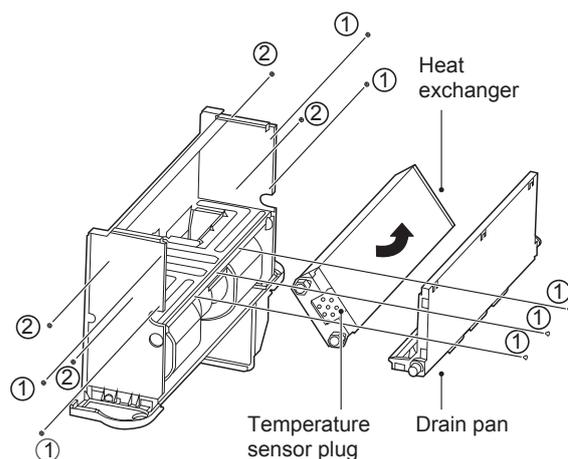
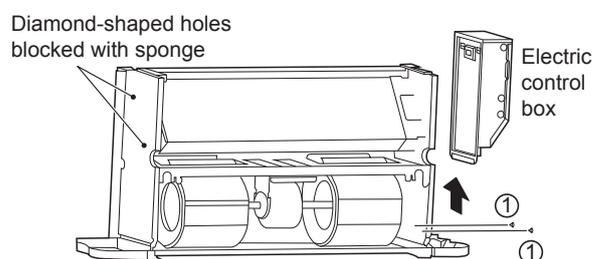

Figura 5-18
Figura 5-19 Desmontaje de la caja de control eléctrico y taponamiento de los orificios con forma de rombo
Como se muestra en la Figura 5-18, quite los tornillos ① *7 para poder sacar la bandeja de drenaje.
Gire la unidad en la dirección que se muestra en la Figura 5-18. Como se muestra en la Figura 5-19, quite los tornillos ① *2 para poder sacar la caja eléctrica.
Como se muestra en la Figura 5-19, tapone los orificios con forma de rombo de la placa lateral (la placa sin tubos de entrada ni de salida) con una esponja.